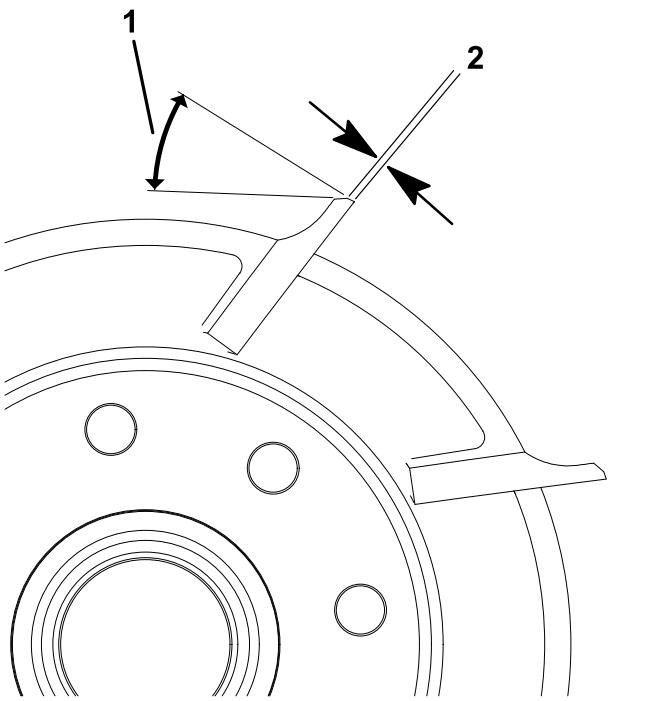

図 23
- ランド幅が0.8 mmになるまで、すべてのリールブレードに30°のリリーフグラインドを適用する。(図23.)